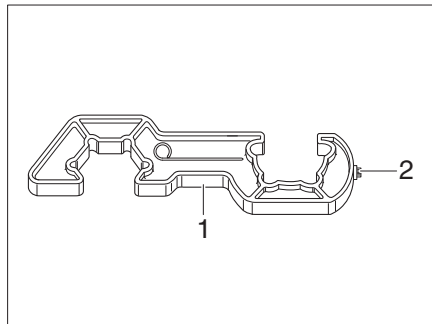

Bild 85 Schraubhilfe
- ▶ Zum An- und Abschrauben der Hochdruckschläuche die beiliegende Schraubhilfe (Bild 85,1) verwenden. Sie gewährleistet das nötige Anzugsmoment und verhindert Beschädigungen an der Verschraubung durch falsches Werkzeug.
- Den Hochdruckschlauch (Bild 82,3) mit der Schraubhilfe (Bild 85) von der Gasflasche abschrauben.